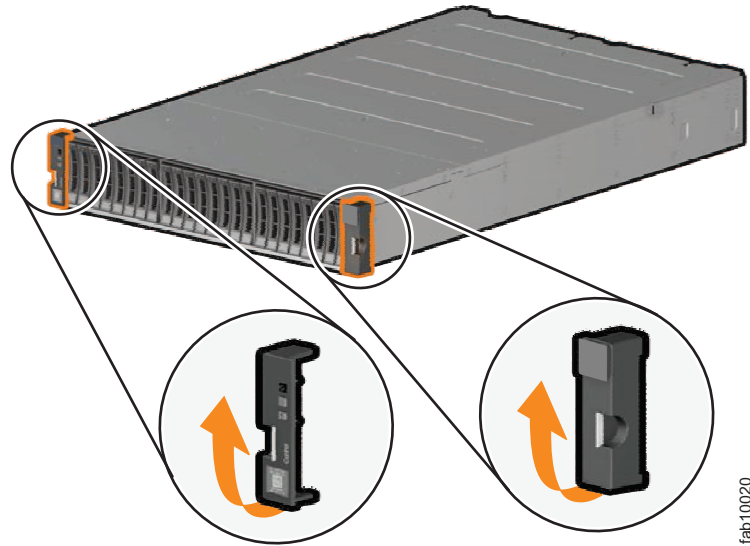

図 17. エンクロージャー・エンド・キャップの取り外し
1. ドライブ・アセンブリーの両端のエンクロージャー・エンド・キャップを取り外します。エンクロージャー・エンド・キャップは、ハンドルをつかんでエンド・キャップの下部を引き離し、次にエンクロージャー上部のタブから解放することで取り外します。(23 ページの図 17 を参照)。